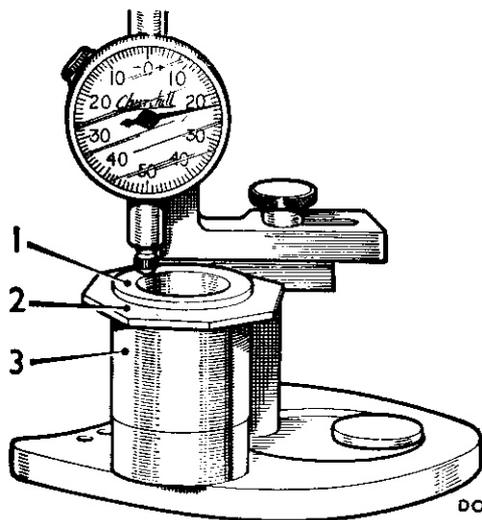

Fig. Aa. 18
36. Rimuovere la scatola del convertitore e sfilare l'attrezzo 18G 1089 A per l'assieme dell'adattatore, la rosetta di cera e l'attrezzo 18G 1089/1. Sostituire al posto di questo assieme l'albero secondario sul piano di riscontro. (vedi Fig. Aa. 18 alla pagina seguente).
37. Usare un manometro comparatore, attrezzo 18G 191, per misurare lo spessore di questo assieme (vedi Fig. Aa. 18 alla pagina seguente). Il valore medio ottenuto indica lo spessore totale degli spessori richiesti per eliminare il gioco assiale. Aggiungere a questo valore un numero di spessori pari a 0,025-0,076mm. onde ottenere il precarico prescritto per il cuscinetto dell'ingranaggio secondario.